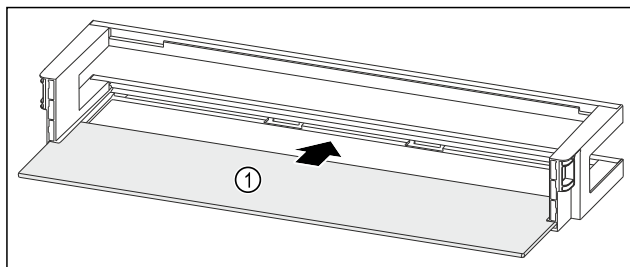

Fig. 244 Polica u vratima s policom za odlaganje
- ▶ Umetnite policu Fig. 244 (1) u bočna udubljenja.